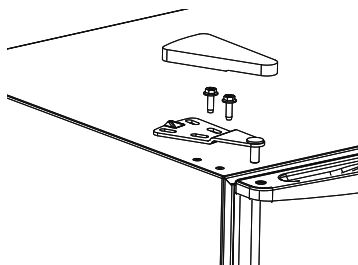

Fig. 6
- ▶ A continuación, vuelva a colocar la bisagra superior y atorníllela con los dos tornillos. Utilice un destornillador de estrella para apretar los tornillos (véase la **fig. 6**).